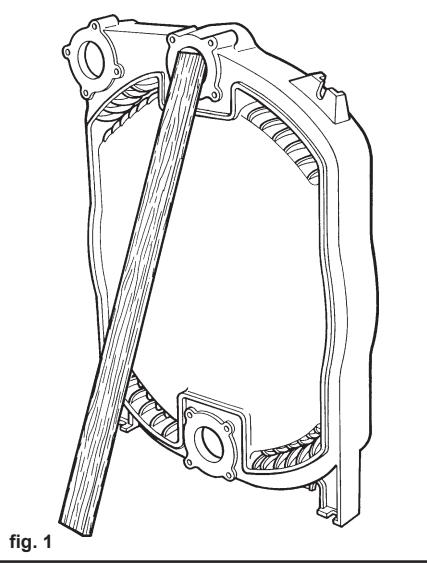

fig. 1
- 1 (fig. 1) Apoyar el elemento posterior en un tablón, asegurándose de su estabilidad para toda la duración de las operaciones de montaje.